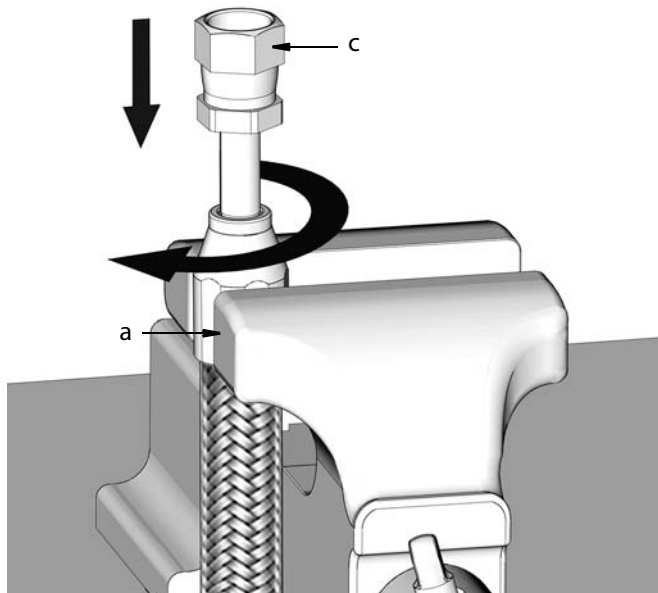

Рис.61
7. Вставьте ниппель (с) во втулку (а) и слегка надавите. По часовой стрелке вкрутите ниппель во втулку и шланг (Рис.61).